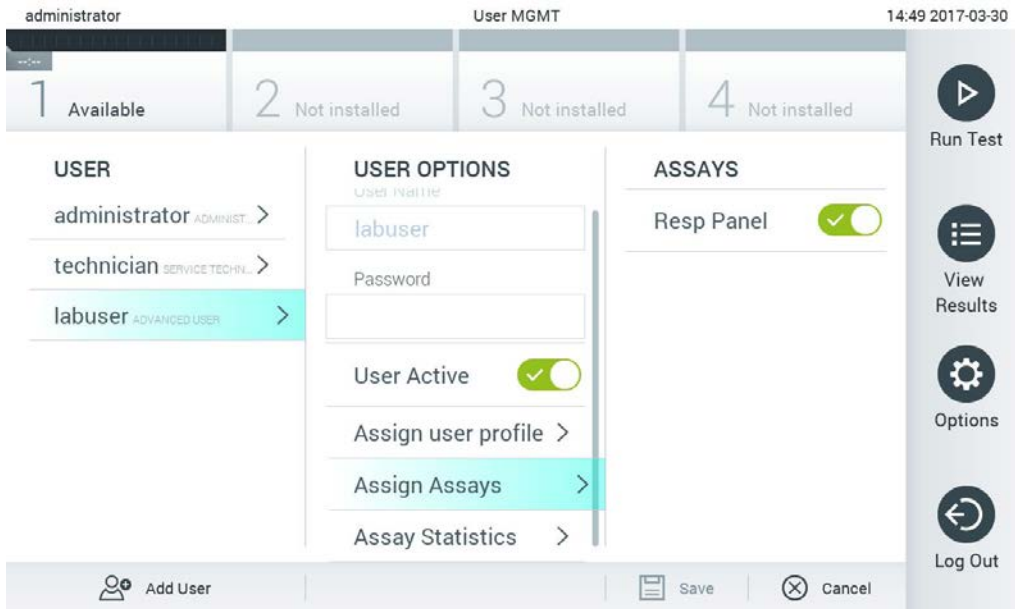

Figura 61. Atribuição de ensaios a utilizadores.
- Assign Assays (Atribuir ensaios): permite definir os ensaios da base de dados de ensaios que o utilizador tem permissão para executar. Selecione os ensaios a partir da lista à direita da área de conteúdo (Figura 61).